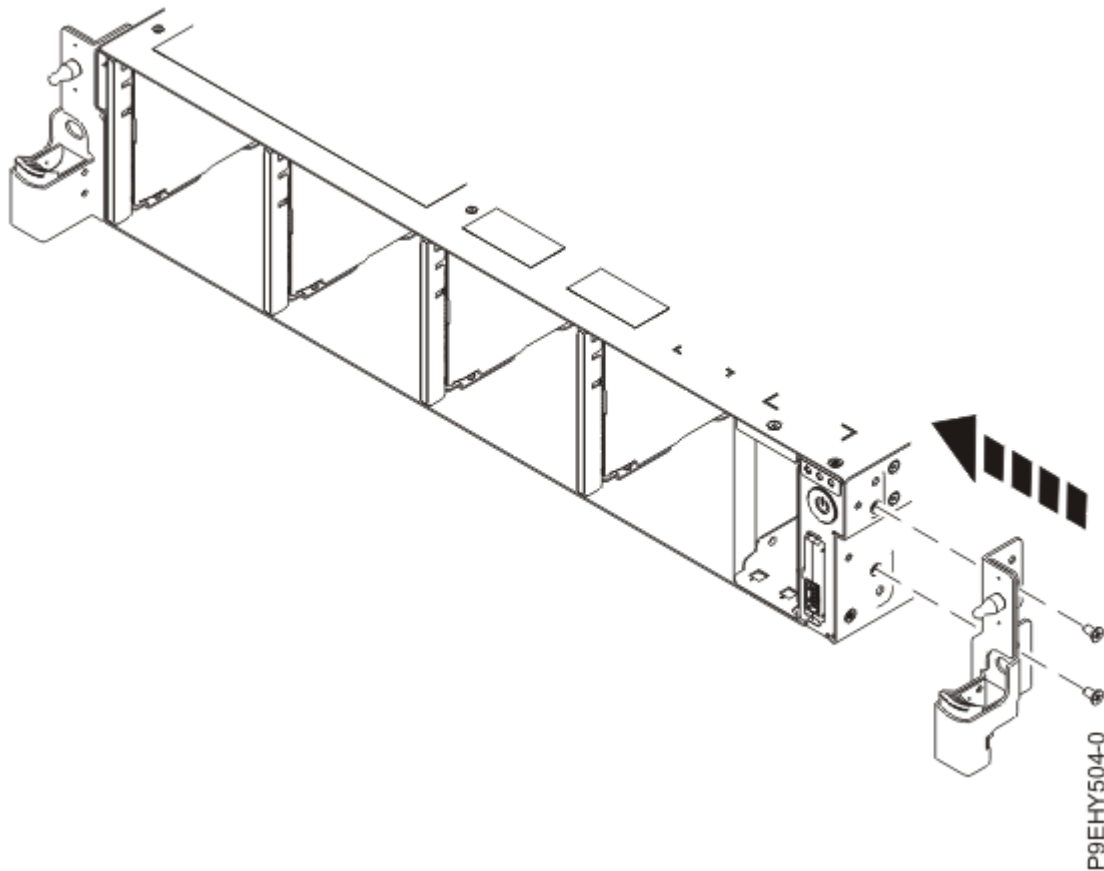

Figura 112. Cómo volver a colocar el soporte de instalación del bastidor
7. Sustituya el soporte de instalación del bastidor en la parte lateral del sistema, como se muestra en la Figura 112 en la página 128.